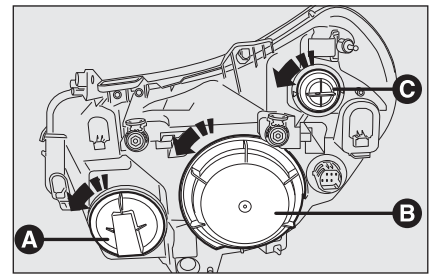

fig. 20 FON0080m
Pour remplacer l'ampoule des feux de route il faut enlever le bouchon **A**-fig. 20.
Pour remplacer l'ampoule des feux de croisement/feux de position, il faut enlever le bouchon **B**-fig. 20.
Pour remplacer l'ampoule des indicateurs de direction, il faut enlever le porte-ampoule **C**-fig. 20.
- enlever le couvercle de protection **B**-fig. 20 en le tournant dans le sens inverse des aiguilles;
- remonter le couvercle de protection **B**-fig. 20 en le tournant dans le sens des aiguilles en s'assurant du blocage correct.
- enlever le couvercle de protection **A-fig. 20** en le tournant dans le sens inverse des aiguilles;
- remonter le couvercle de protection **A-fig. 20** en le tournant dans le sens des aiguilles et en s'assurant du blocage correct.
- enlever le couvercle de protection **B-fig. 20** en le tournant dans le sens contraire des aiguilles;